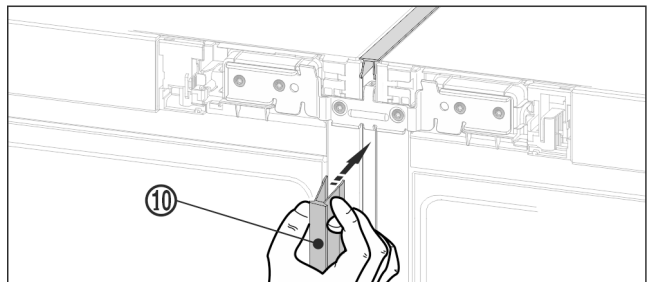

Fig. 22 *
- ▶ Auf der Vorderseite die lange Abdeckleiste Fig. 22 (10) in den vertikalen Spalt drücken. Darauf achten, dass die Leiste auf dem Verbindungsblech aufsteht.*